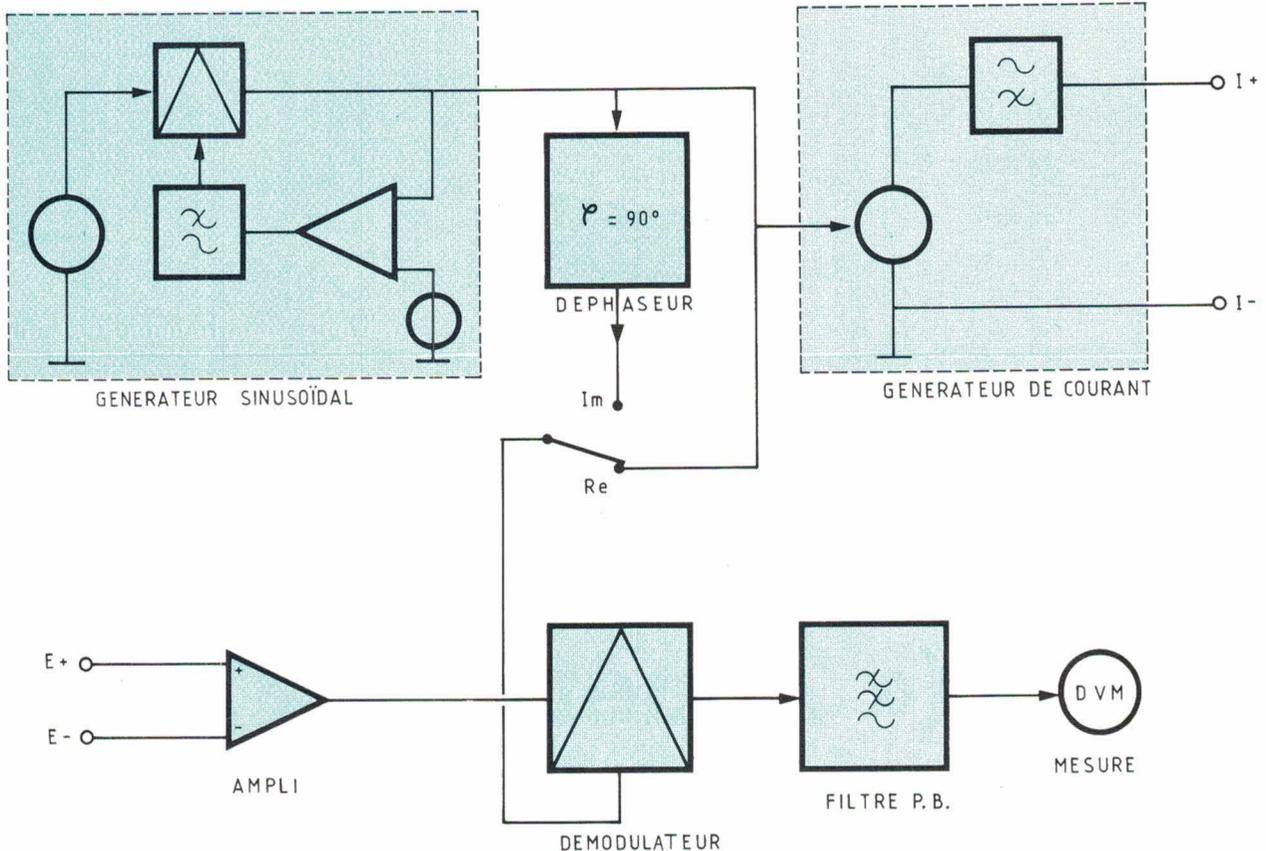

Fig. 1
- un filtre et un voltmètre (synoptique de la fig. 1).